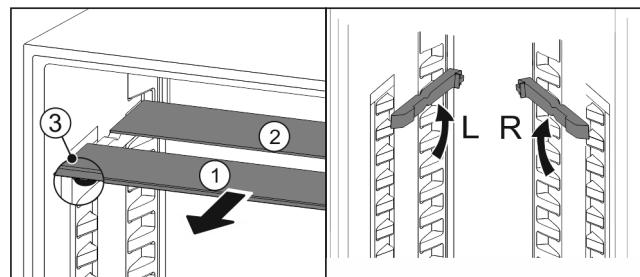

Fig. 85
- Glasplatten einzeln nach vorne herausziehen Fig. 85 (1).
- Glasplatte Fig. 85 (1) mit Zierleiste liegt vorne.
- Stopps Fig. 85 (3) zeigen nach unten.